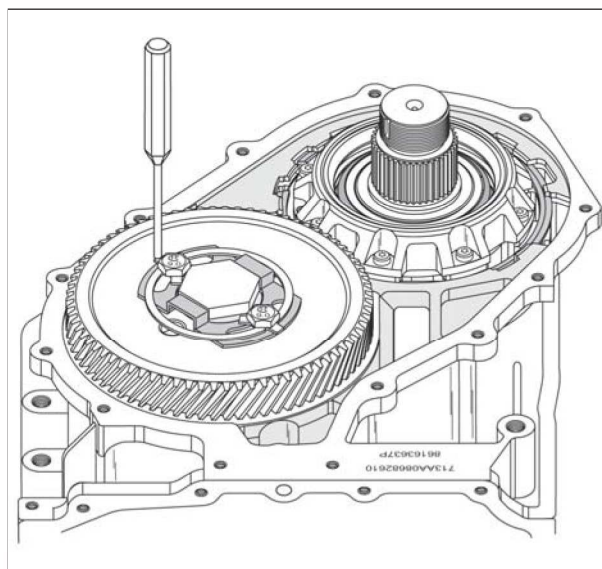

Figura 75
65. Desamasse as orelhas de travamento do retentor de fixação da engrenagem de transferência utilizando um saca-pino apropriado. (Veja figura 75).